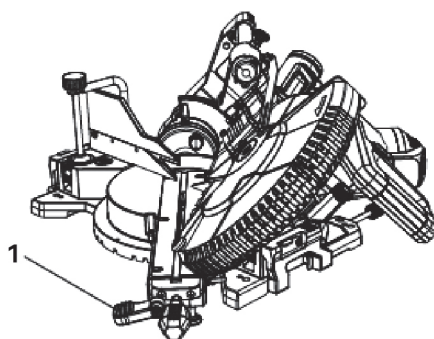

рис. 41
2. Установить требуемый угол наклона при помощи ручки фиксации наклона (1) (рис. 41).